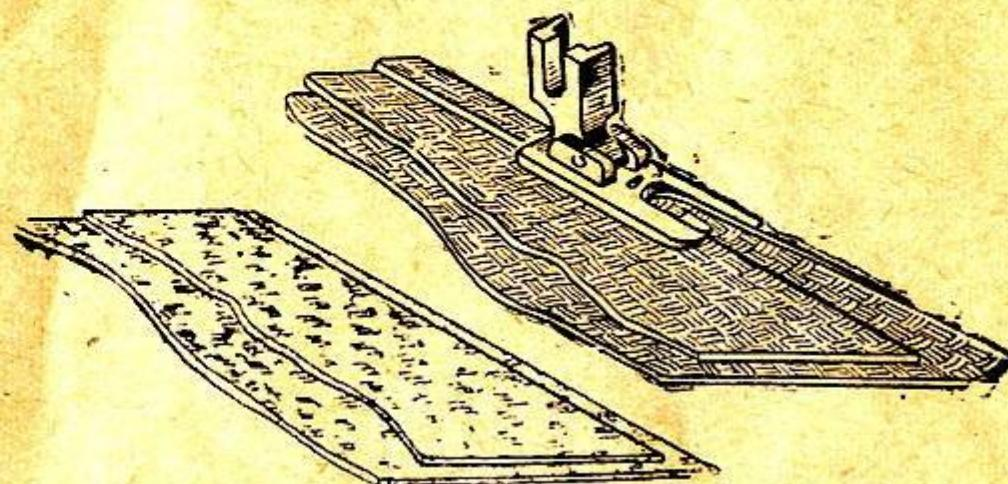

Рис. 29.
1. Накладывают две сшиваемые ткани лицевой стороной одна на другую так, чтобы край нижней ткани выходил за край верхней ткани на 3—6 мм (рис. 29).